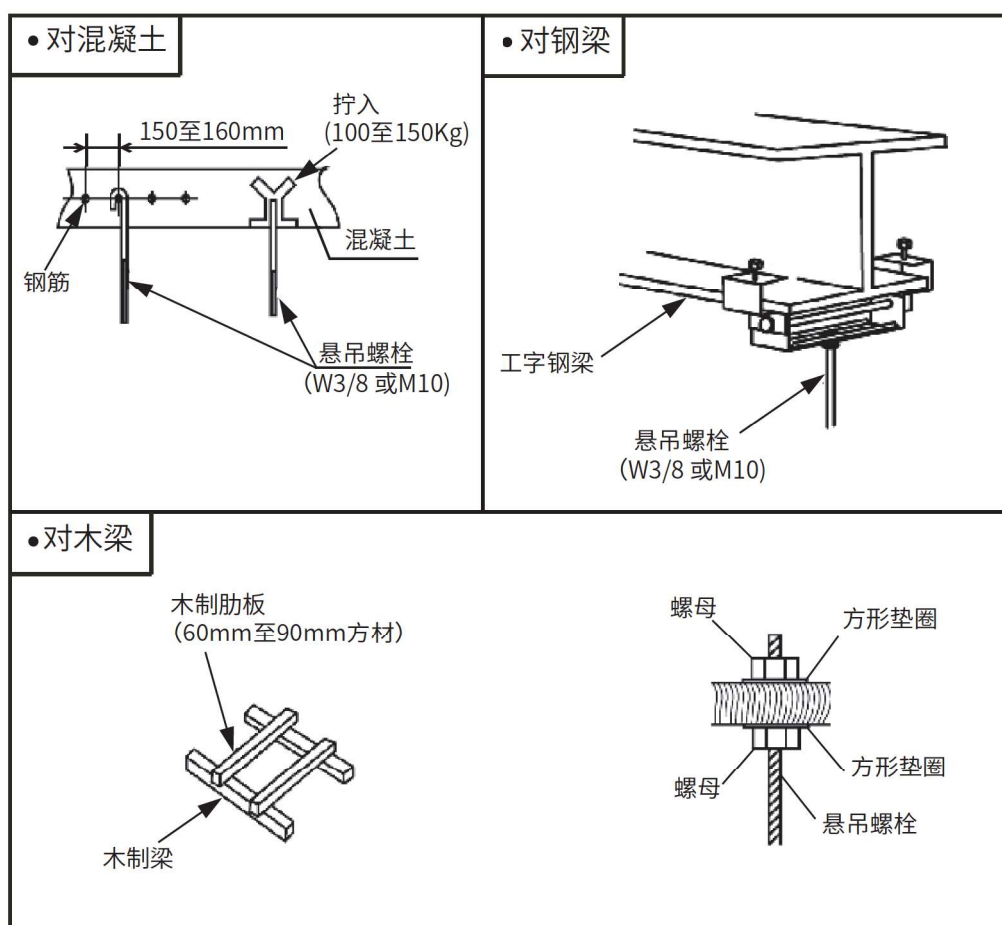

图2 悬吊螺栓的固定
- (1) 仔细考虑走管、配线和维修,选定合适的安装位置和方向。
- (2) 安装悬吊螺栓如下页图2所示。